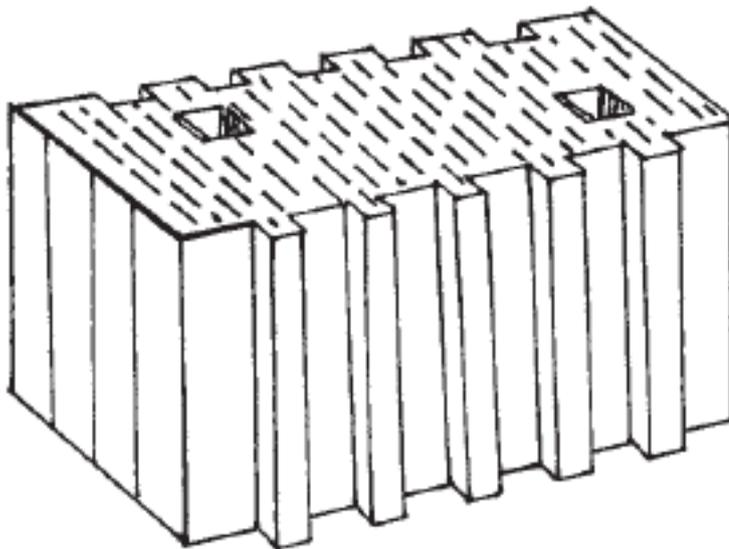

Рисунок 3. Поризованный керамический блок
3. *Поризованные керамические блоки* (рис. 3) изготавливают с добавлением в глиняную смесь древесной стружки, которая при обжиге, протекающем при температуре 1000 °С, сгорает, оставляя пустоты, на которые может приходиться до 50 % всего объема. Благодаря порам значительно уменьшаются потери тепла, потому этот материал называют теплой керамикой.